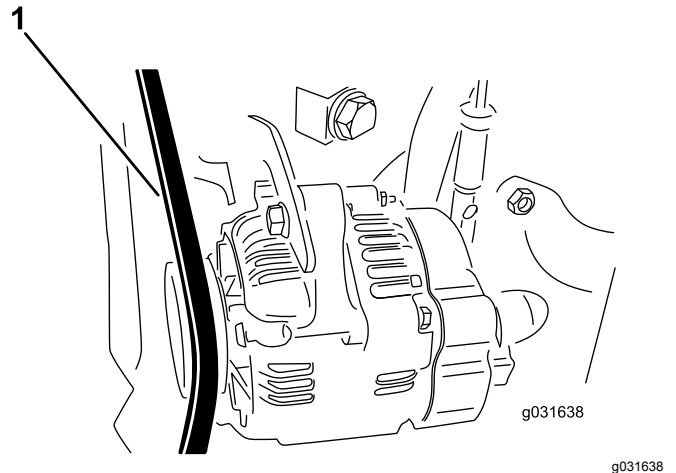

图 59
2. 向交流发电机皮带的两个皮带轮中间位置施加 30N 的力量图 59。